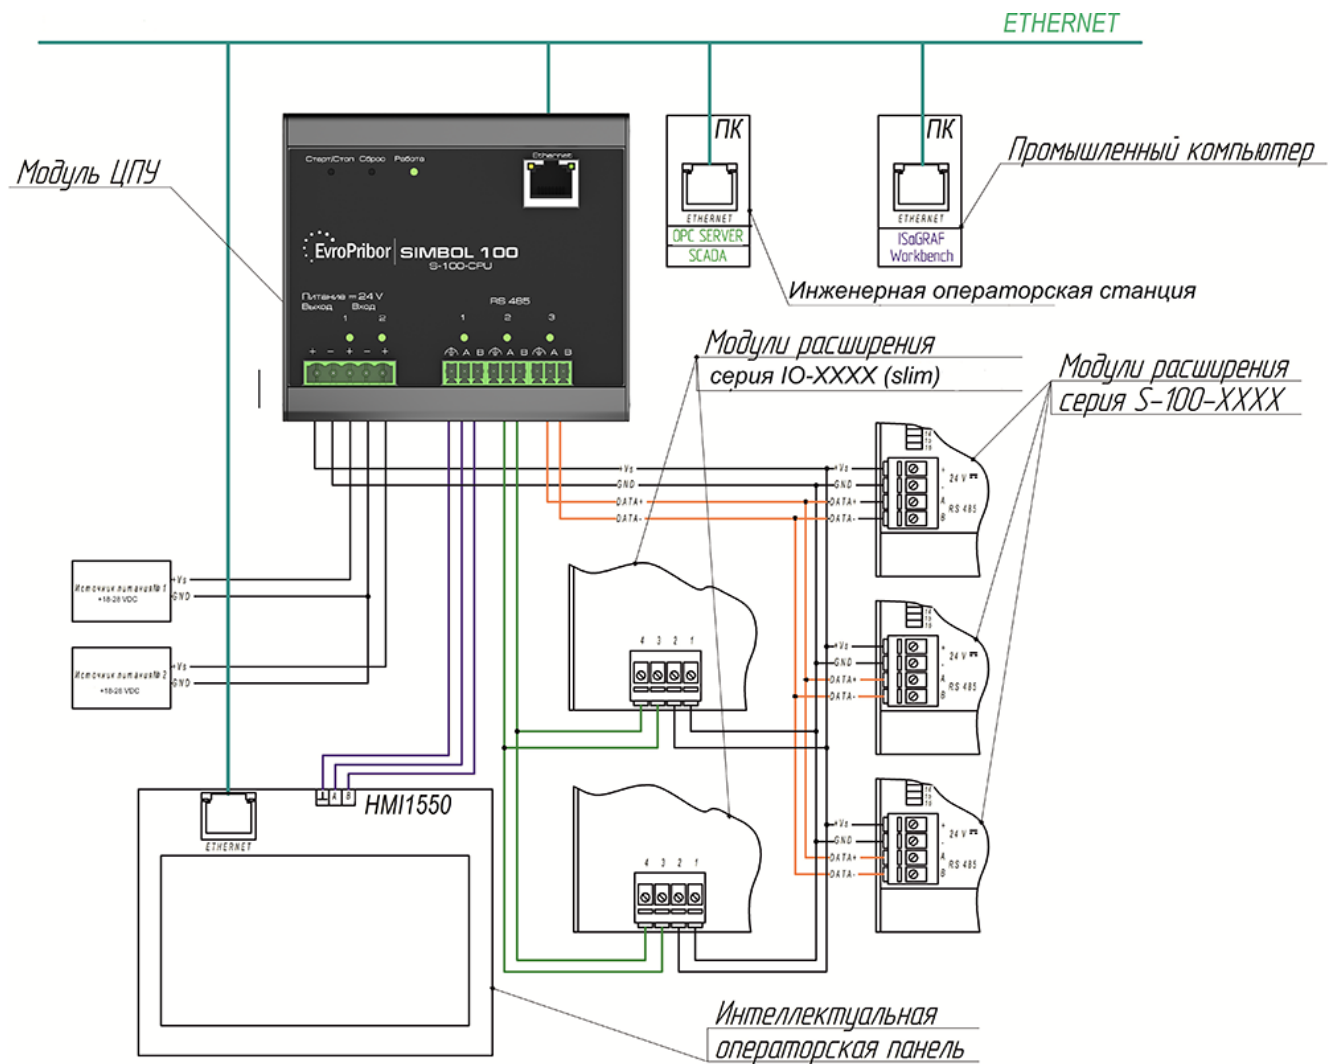

Рисунок 1.5.4.1 – Подключение модуля S-100-CPU
1.5.2.1 Модуль имеет встроенный АВР (автоматический ввод резерва). На клеммы №3 и №4 разъема для подключения входного и выходного питания (поз. 9 рисунок 1.5.1.2) подключается выход с источника напряжения №1, «+ 24 VDC» и «-24 VDC» соответственно. На клеммы №5 и №4 разъема для подключения входного и выходного питания (поз. 9 рисунок 1.5.1.2) подключается выход с источника напряжения №2, «+ 24 VDC» и «-24 VDC» соответственно (рисунок 1.5.4.1). К клеммам №1 и №2 разъема для подключения входного и выходного питания (поз. 9 рисунок 1.5.1.2) подключите нагрузку (модули расширения, операторские панели и т.д.) (рисунок 1.5.4.1).
1.5.3.1 Для связи модуля с компьютером или панелью оператора по интерфейсу Ethernet необходимо использовать витую пару не ниже 5е категории (рисунок 1.5.4.1). Модуль и ПК должны находиться в одной подсети. Например, ПК IP – 192.168.1.1, S-100-CPU IP – 192.168.1.2, маска подсети – 255.255.255.0.
1.5.4.4 S-100-CPU может быть подключен к интеллектуальной операторской панели, имеющий порт RS-485, как ведомое «Slave» или ведущее «Master» устройство (рисунок 1.5.4.1).